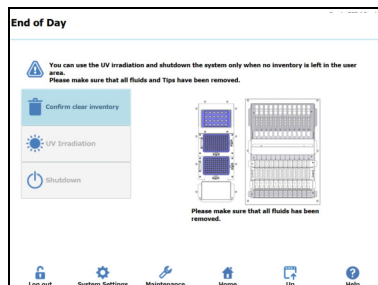

Figure 18: Ecran End of Day (Fin de la Journée).
24. Dans l'écran principal du logiciel, sélectionner "End of Day" (Fin de la Journée) pour afficher l'écran suivant (Figure 18).